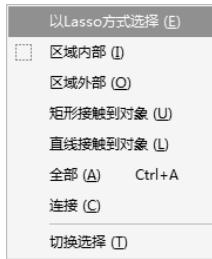
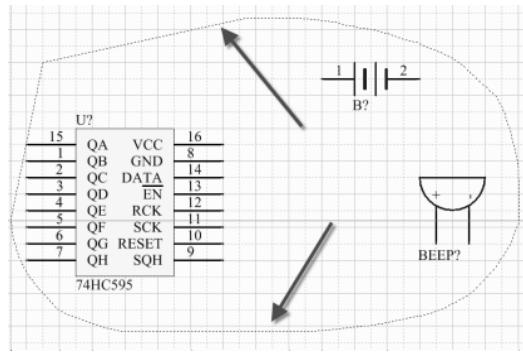

图 5-20 选择命令菜单
图 5-21 以 Lasso 方式选择操作
(1) 按住“Shift”键，多次用鼠标左键单击需要选中的元件，或者在元件范围外单击之后拖动，进行多个元件的框选，即完成多选操作。
(2) 按快捷键“S”，弹出选择命令菜单，如图 5-20 所示，然后选择相应的菜单命令选项。选择命令激活之后，鼠标光标变成十字状态，可进行多个元件的多选操作。以 Lasso 方式选择操作如图 5-21 所示。